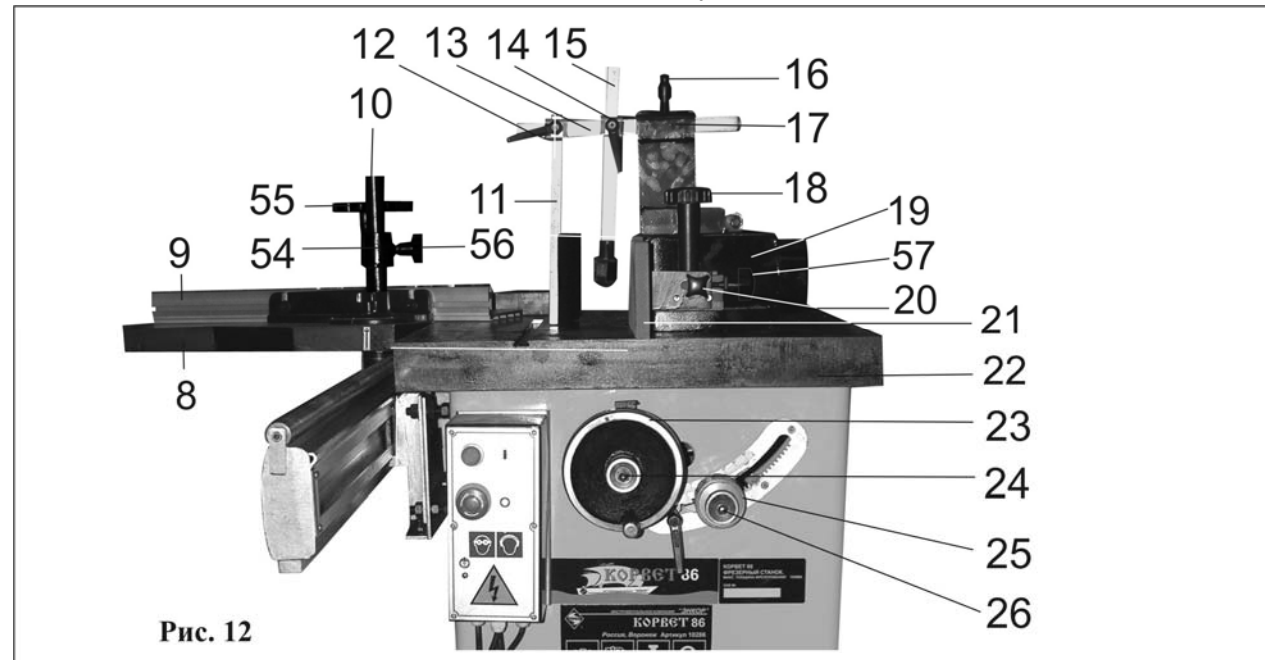

Рис. 12
9.1. Регулировка перед началом работы (Рис.12,13,14)
10.1. Подготовка к работе (Рис.12)